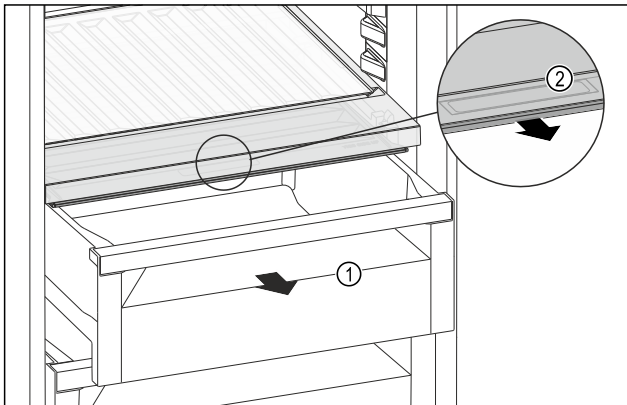

Fig. 147
- ▶ Schubfach Fig. 147 (1) herausziehen.
- ▶ Griffmulde Fig. 147 (2) am Fachdeckel anfassen und Fachdeckel gleichzeitig nach vorne ziehen.